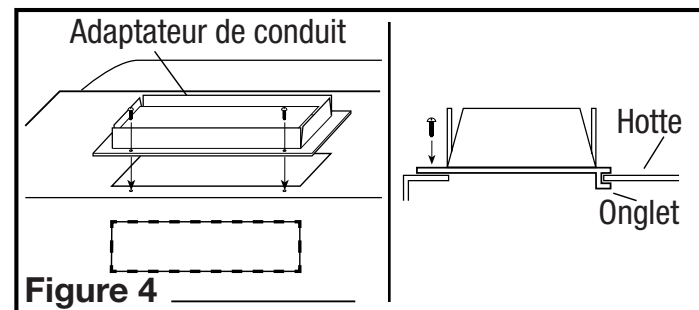

Figure 4
- Installer l'adaptateur de conduit à la hotte en glissant la section à onglets du adaptateur sous le corps de la hotte et en vissant les deux vis fournies. À l'aide de ruban adhésif approuvé, appliquez autour du col pour sceller les fuites d'air (**Figure 4**).